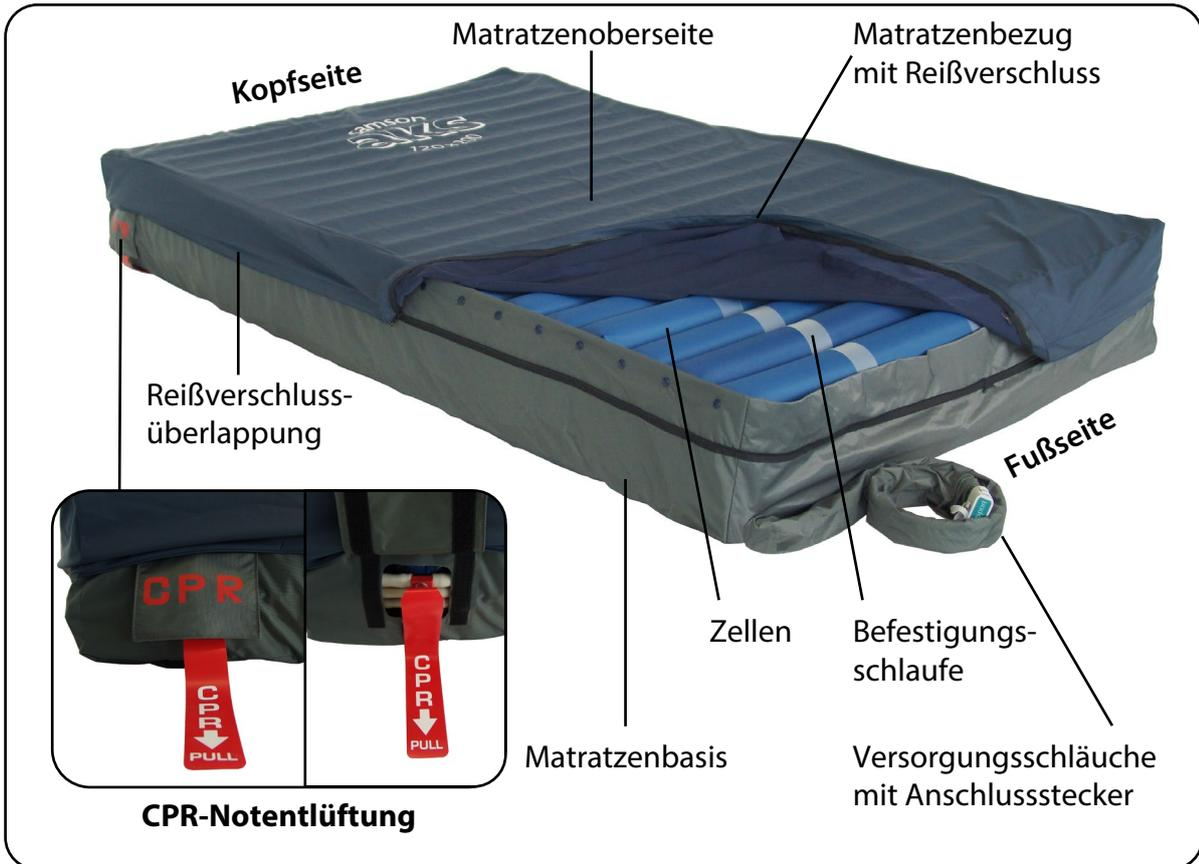

Abb. 5.03 - Wechseldruckmatratze Oberseite
11. Überprüfen Sie, ob der CPR-Verschluss an der Wechseldruckmatratze vollständig geschlossen ist (Abb. 8.13.02) Der Endstopfen befindet sich auf der rechten Seite am Kopfende der Wechseldruckmatratze (Abb. 5.03).